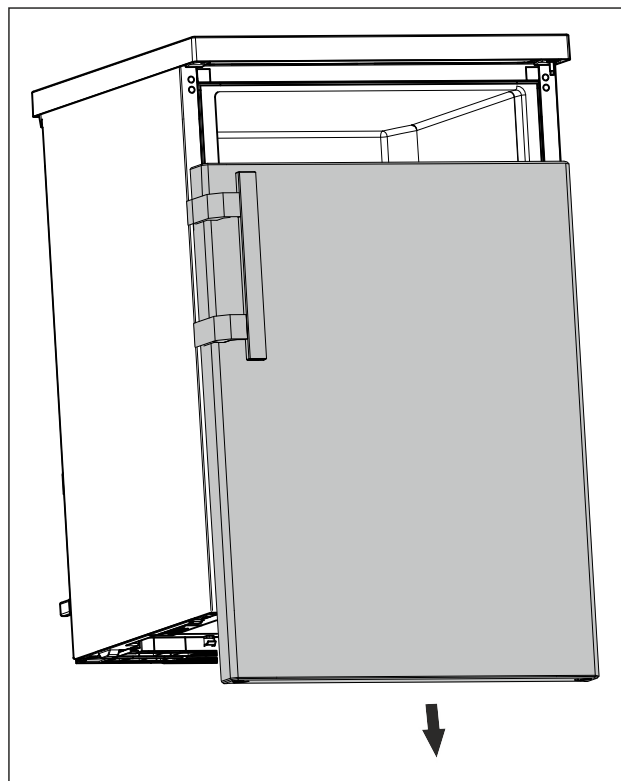

Fig. 8
- ▶ Tür nach unten abnehmen. (siehe Fig. 8)